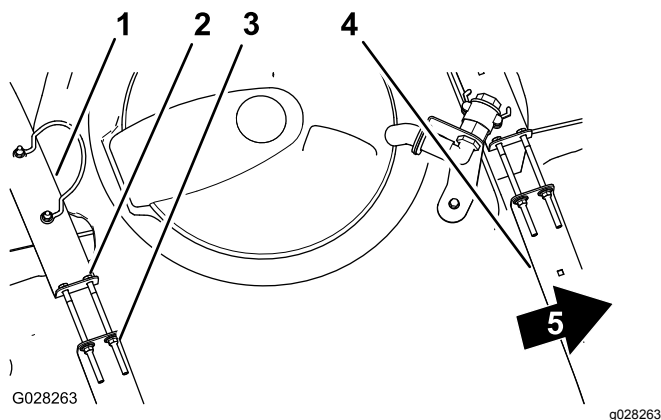

Figura 81
2. Verificate l'eventuale presenza di movimento tra le fasce del serbatoio e il serbatoio stesso (Figura 81).
3. Se le fasce risultano lente sul serbatoio, stringete i dadi di bloccaggio flangiati e i bulloni sulla parte superiore delle fasce fino a quando queste non sono pari alla superficie del serbatoio (Figura 81).